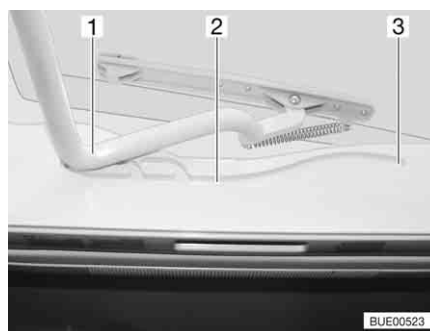

Fig. 47 Oblò Heki, guida
- Tirare la staffa (Fig. 47,1) nelle guide (Fig. 47,2) fino alla posizione più all'indietro (Fig. 47,3).
- Spingere la staffa (Fig. 47,1) leggermente verso l'alto con ambedue le mani.
- Tirare la staffa nelle guide (Fig. 47,2) fino alla posizione desiderata.